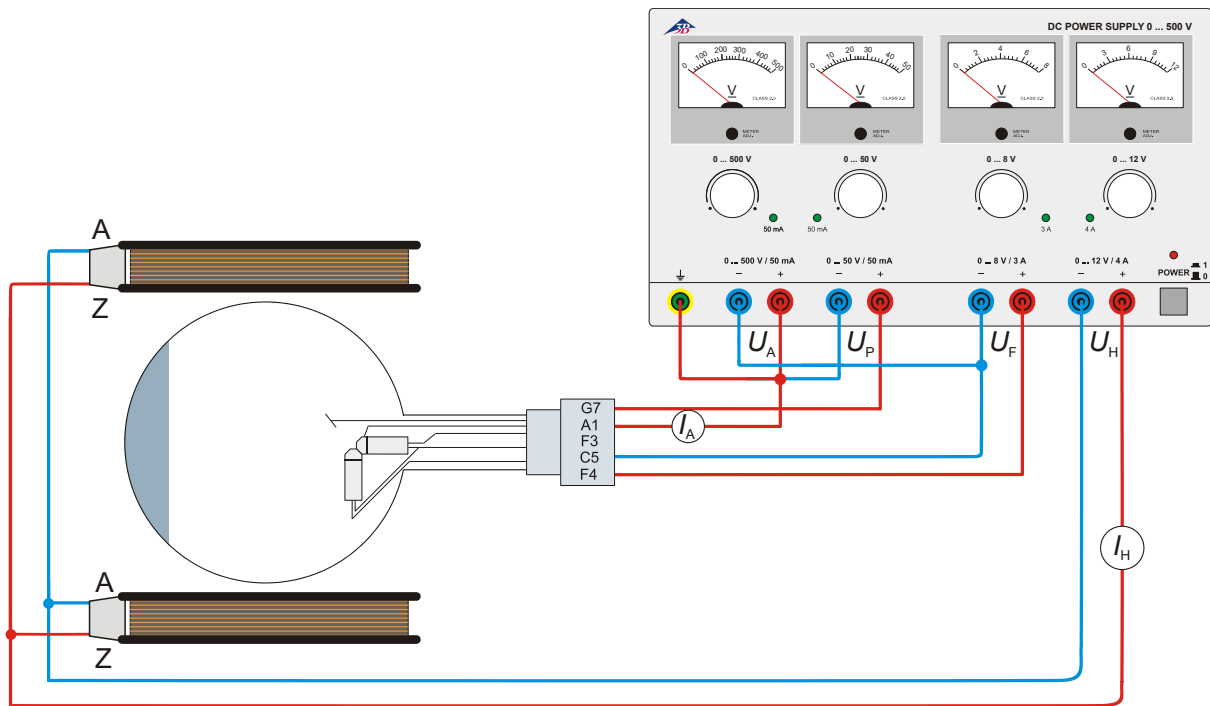

Abb.4 Bestimmung von e/m mittels der senkrechten Elektronenkanone
- Beschaltung der Röhre gemäß Abb.4 vornehmen.